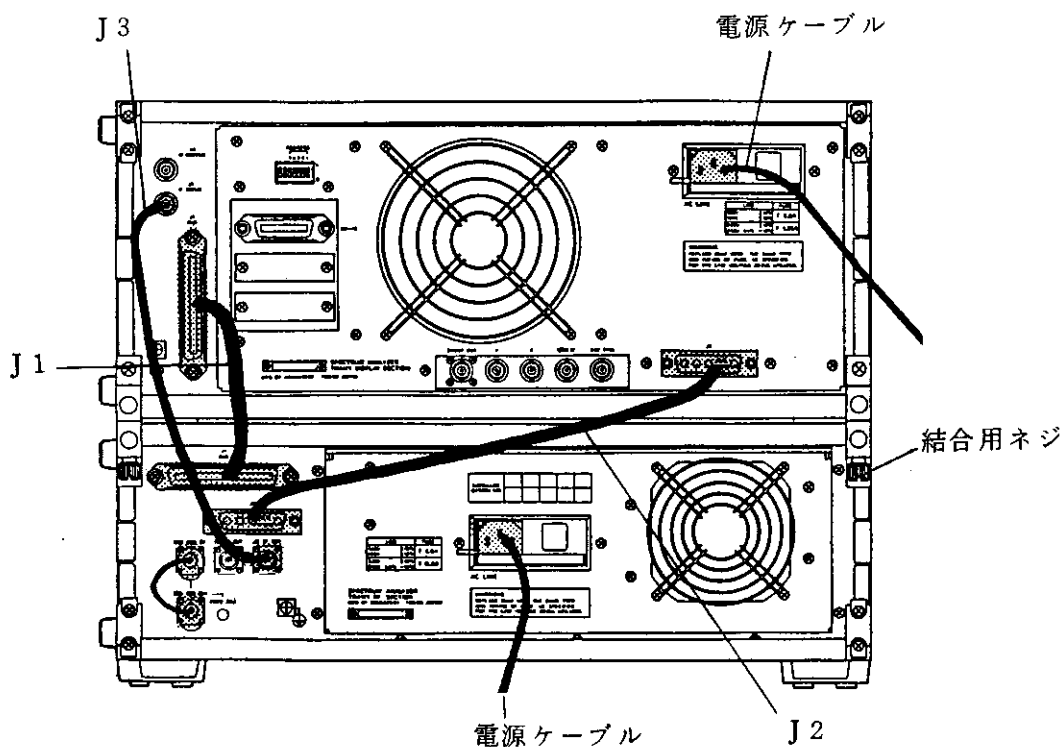

図2-2 結合用ケーブルと電源ケーブルの接続
- ① 表示部（CRTディスプレイのある本体）を入力部の真上に乗せます。
- ② 表示部を手前（正面パネル側）に引き出し、上下のジョイントが結合する位置で止めます。
- ③ 表示部を逆方向に押し戻し、表示部が入力部の真上に来て止まることを確認します。背面の本体上下結合部には、結合用のネジが2つついています。硬貨などを使ってこのネジを締めて下さい。
- ④ 付属の結合用ケーブル3本を接続して下さい。
- ⑤ 表示部と入力部の背面には、それぞれ3つのコネクタ、**J1**、**J2**、**J3**があります。**J1**と**J1**、**J2**と**J2**、**J3**と**J3**をそれぞれ専用の結合用ケーブルで接続して下さい。（図2-2参照）。このとき、**J1**はストッパで、**J2**は固定用ねじで、それぞれのケーブルを固定して下さい。
- (1) 本器の入力部正面パネルの **POWER** スイッチが **STANDBY** に設定されていることを確認して下さい。
- (2) 表示部と入力部、それぞれの背面に1つずつ **AC LINE** コネクタがあります（図2-2参照）。付属の電源ケーブルの凹側をそれぞれの **AC LINE** コネクタに接続して下さい。
- (3) 電源ケーブルについて